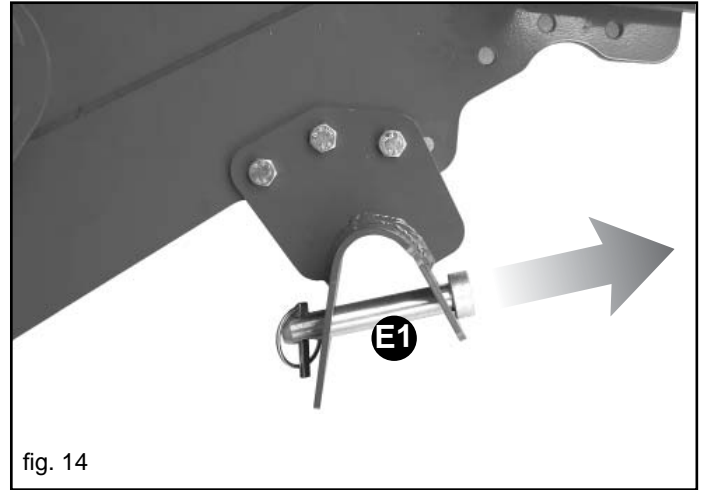

fig. 14
- 2) Lever les broches à détente et décrocher les pivots de sécurité (E1, Fig. 14).
- 2) Lorsque la machine est soulevée, introduire les étrillons de support pour garantir la stabilité du semoir et enlever les goujons de sécurité (E1, Fig. 14).